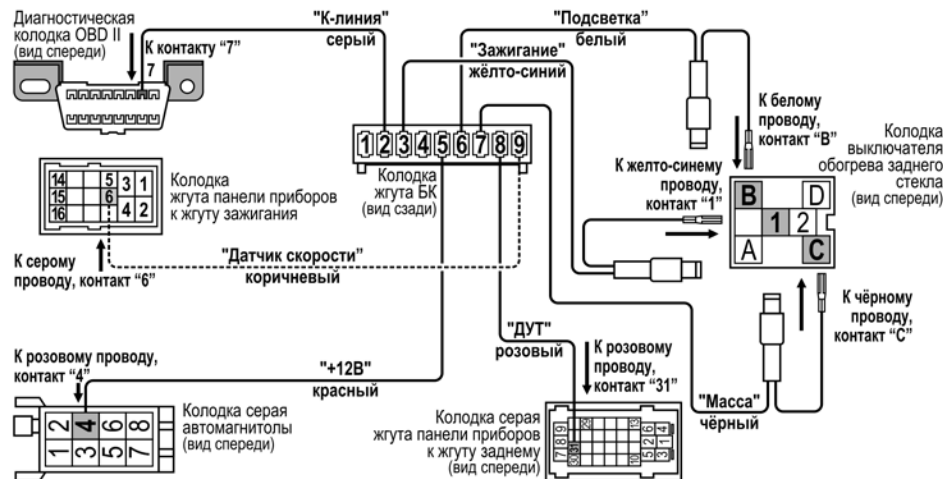

Рис.5 Схема подключения
5.8 Отсоедините колодку выключателя обогрева заднего стекла и произведите подключения согласно рис.5:
5.11 Протяните серый провод К-линии из жгута до диагностической колодки (поз.1, рис.8), (находится внутри вещевого ящика слева (поз.3, рис.2) и подключите его к диагностической колодке согласно схеме подключения (см. рис.5).
Внимание! Сигнал датчика скорости (коричневый провод), (см. рис. 5), **подключать при необходимости.**
а. Вставьте большой контакт на коричневом проводе (идёт в комплекте с БК) вместо отсутствующего 9 контакта колодки жгута БК (см. рис. 5);
б. Снимите часть изоляции (примерно 5 - 7мм) с серого провода (см. рис.5), подходящего к 6-му контакту 16-ти контактной колодки (находится слева внизу консоли за декоративным щитком) жгута панели приборов к жгуту зажигания.